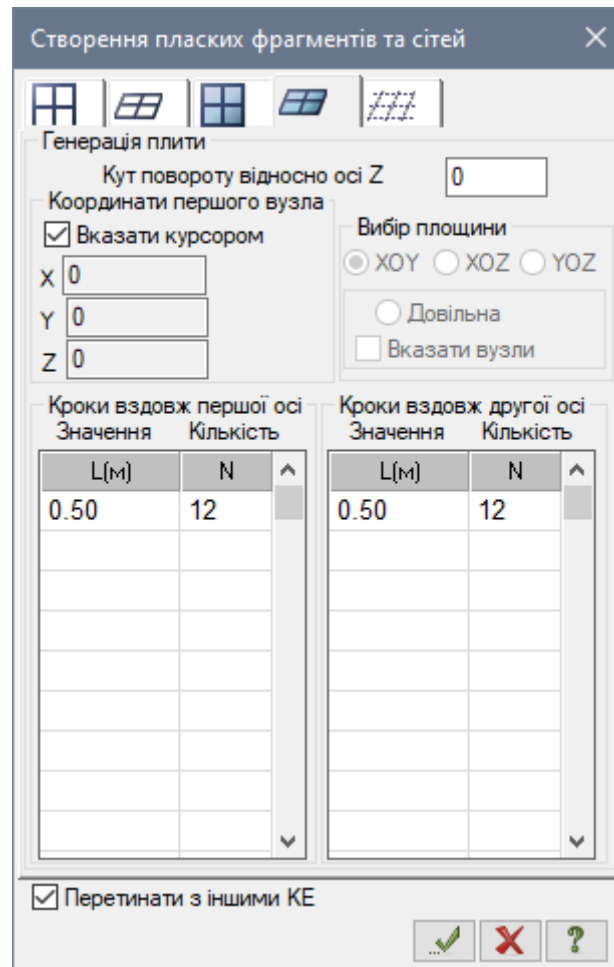

Рис. 17.8. Діалогове вікно Створення плоских фрагментів і сітей
- Інші параметри приймаються за умовчанням (рис. 17.8).